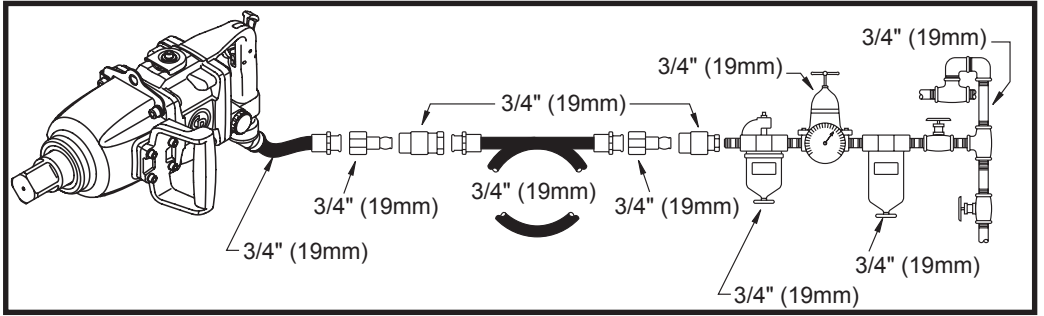

Fig. 1
- Connect device as shown in Fig.1.
- Conecte el dispositivo como se indica en la Fig.1.